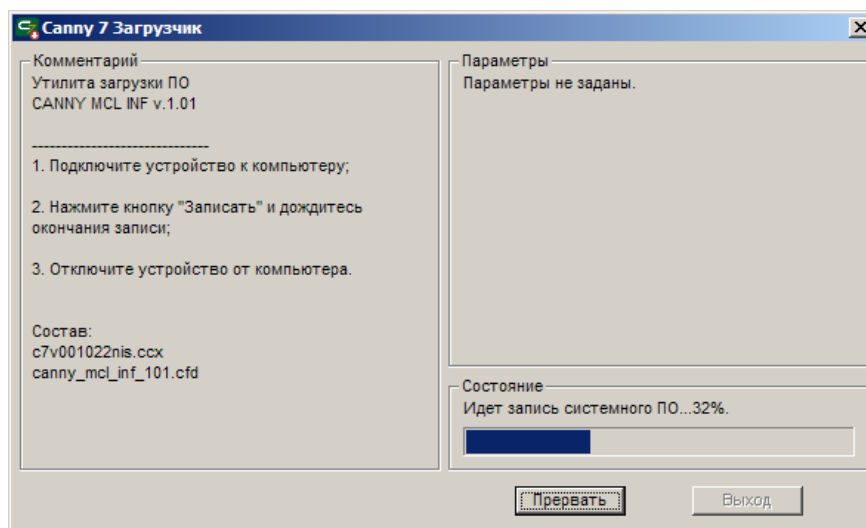

Рисунок 1. Окно приложения-конфигуратора контроллера.
- 2.3. Запустите приложение-конфигуратор (смотри рисунок 1) и нажмите кнопку «Записать» в нижней части окна. Дождитесь окончания записи программного обеспечения в контроллер.